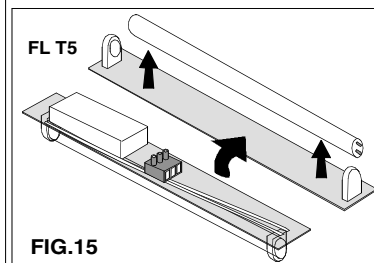

FIG.15
- Procedere alla sostituzione del corpo illuminante (o dei componenti difettosi) e ripetere le operazioni precedenti in senso inverso **FIG.15**
- Substitute the fitting (or the faulty components) and repeat the precedent operations in the inverted sense. **FIG.15**
- Changer la pièce défectueuse et répéter les opérations en sens inverse. **FIG.15**
- Den Lichtkoerper (oder die mangelhafte Komponenten) ersetzen und die vorige Aktionen in Gegenrichtung wiederholen. **BILD 15**